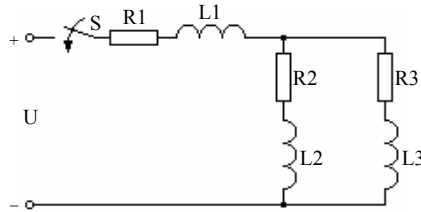

Рис. 15.1
**1. Исходные данные.** Цепь, изображенная на рис. 15.1, имеет параметры, приведенные в табл. 15.1.